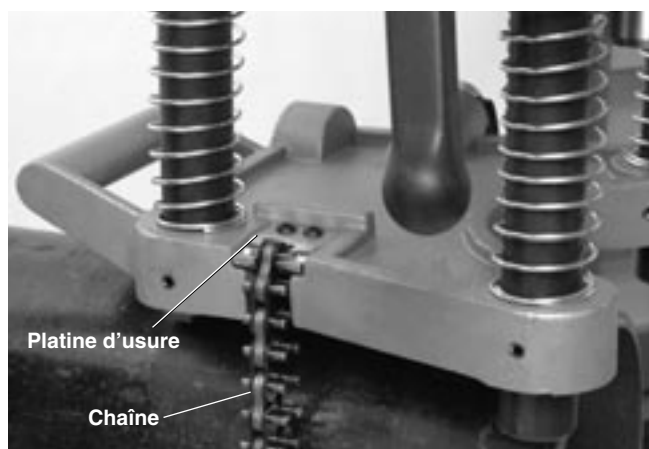

Figure 5 – Accrochage de la chaîne de la HC-450
3. Tout en gardant au moins une main sur la scie à cloche pour la stabiliser et l'aligner, ramenez l'extrémité de la chaîne autour du tuyau et accrochez son maillon le plus proche sur la platine d'usure de l'appareil. Ensuite, serrez le levier pivotant à fond pour arrimer la scie à cloche au tuyau (*Figure 5*).